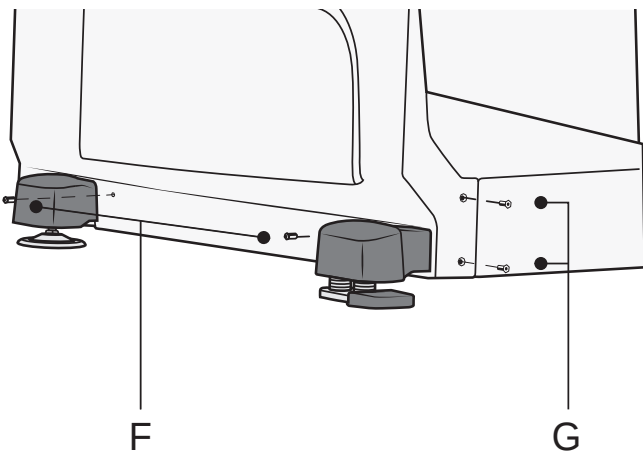

Figure 106
2. Retirez les panneaux latéraux intérieurs en retirant les deux vis (F) sur les côtés ainsi que les deux vis (G) du côté tête, puis soulevez-les verticalement. Voir Figure 106.